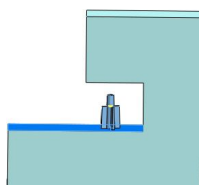
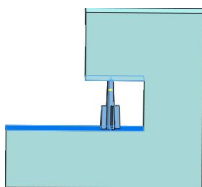

图 4-46 没有选择配合面
图 4-47 选择配合面
- (2) 【选择配合面】：选中该单选按钮，可激活 【选择配合面】选择框，以定义配合面。
- (3) 【选择配合面】：选择与凸台顶部相配合的面。如果更改配合面的高度，凸台高度也会发生变化。没有选择配合面时装配凸台如图 4-46 所示；选择配合面时装配凸台如图 4-47 所示。